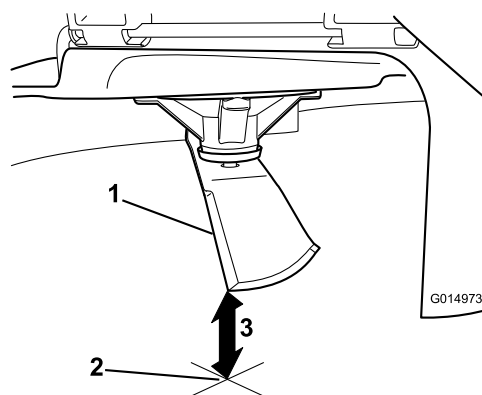

Figura 53
- Misurate dalla punta della lama alla superficie piana (Figura 53).